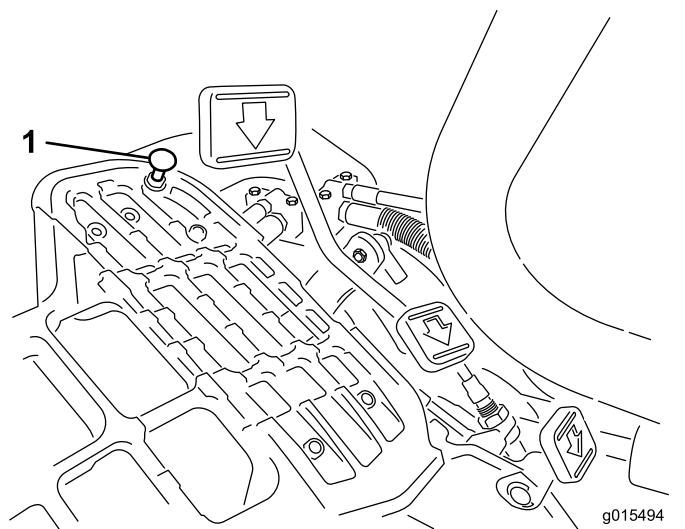

Рисунок 32
Для получения максимальной транспортной скорости переведите рычаг управления трансмиссией в положение ТРАНСПОРТИРОВКИ и нажмите на педаль управления тягой. Если педаль касается упора (**Рисунок 32**) до того, как на тросике начинает ощущаться натяжение, выполните следующую регулировку:
1. Переведите рычаг управления трансмиссией в положение ТРАНСПОРТИРОВКИ и ослабьте контргайку, которая крепит упор педали к полу (**Рисунок 32**).